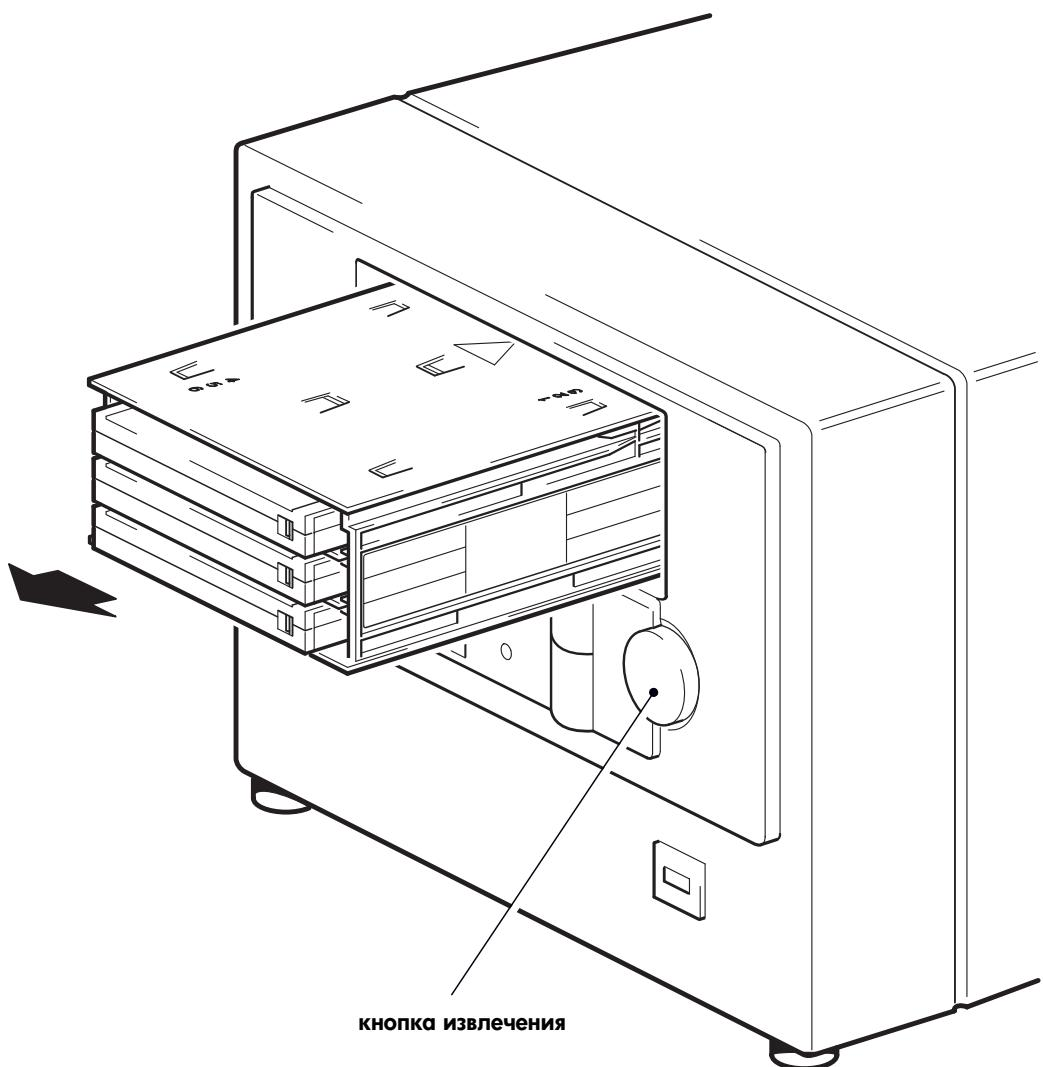

Рис. 9. Извлечение магазина
- 1 Нажмите кнопку извлечения на лицевой панели автозагрузчика (см. Рис. 9).